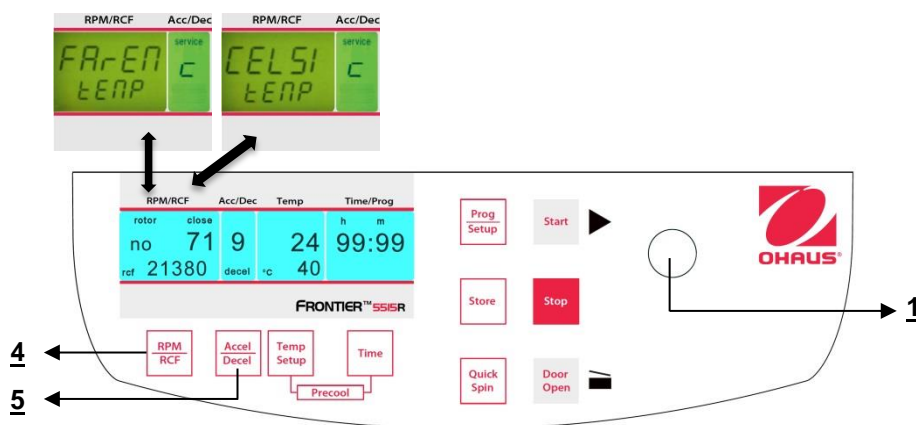

Figura 32
Procedere come descritto al punto 4.1.2 per inserire questa modalità programma e poi premere il tasto **"Accel/Decel"** (5). **Sul display "Acc/Dec" (A-2) compare la parola "Service"**. Selezionare adesso la lettera **"C"** con la manopola di regolazione (1). Di conseguenza, sul display **"RPM | RCF"** (A-1), appaiono le parole **"CELSI/temp"**. Se si preme il tasto **"RPM | RCF"** (4), lampeggia la parola **"CELSI"** e si può modificare il display Fahrenheit **"FAREN"**, con la manopola di regolazione(1) (Vedere figura 32).